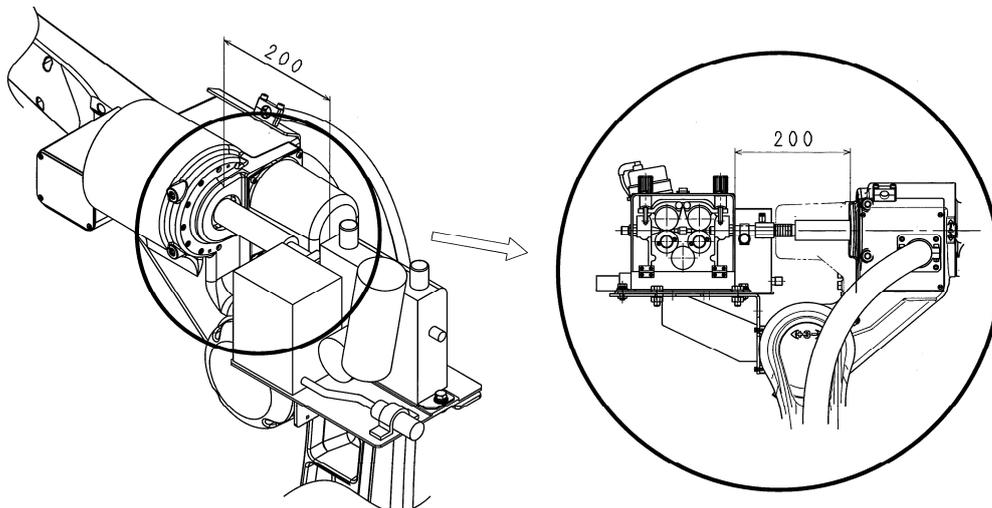

图 2.16 送丝机固定位置(BINZEL 公司生产)
4. 送丝机向后方移动，拉一体化动力线以便其无松弛，对准图 2.16 的位置用 2 根六角头螺栓 (M10×30) 紧固。